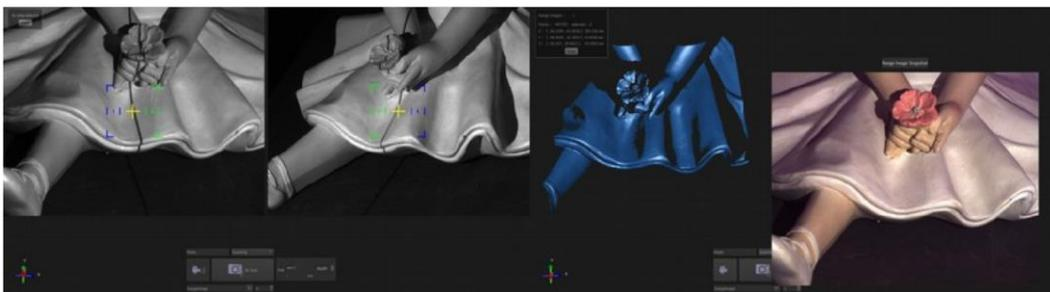

Рисунок 30: реальный вид объекта, расположенного на тёмной столешнице, и соответствующего 3D скана, очищенного и не имеющего выступающих деталей.
**СОВЕТ:** Рабочий стол, обладающий высоким контрастом по отношению к поверхности объекта, может помочь в достижении оптимального результата и облегчить выбор точки обзора, необходимой для сканирования полной поверхности. В качестве рабочей плоскости рекомендуется использовать тёмную матовую поверхность, такую, как чёрная подстилка (см. Рис. 30).